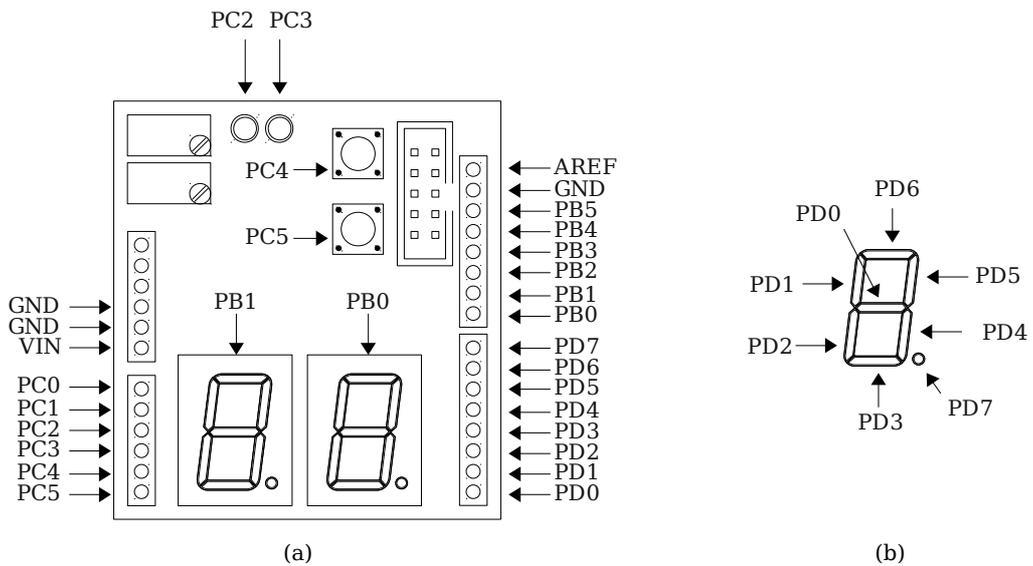

Figura 8. a) Placa de expansión E/S para Arduino. b) Detalle de conexión de los segmentos a los puertos.
La placa de expansión mostrada en la figura 8 está conectada a la placa Arduino, quedando ocultos todos los componentes del Arduino. En la placa de expansión están disponibles todos los puertos del microcontrolador en los laterales de la placa, además, estos puertos también están conectados a diversos componentes como son, leds, displays, conmutadores, etc. Estos componentes se utilizarán posteriormente para realizar programas que controlen la entrada/salida.
Una vez realizada la programación hay que comprobar si el programa se está ejecutando correctamente. Para ello, debe conectar un canal del osciloscopio en el PINC0 y comprobar si se visualiza una señal cuadrada entre 0 y 5 voltios (no olvide conectar la tierra del osciloscopio). Utilice el esquema de la figura 8 para realizar las conexiones y realice las siguientes tareas:
En el esquema de la figura 8 aparecen dos leds y dos conmutadores que debe operar de la siguiente forma: cuando se pulse el conmutador conectado a PC5 debe encenderse el led conectado a PC2 y mantenerse encendido hasta que se vuelva a pulsar el conmutador. Además, al pulsar el conmutador conectado a PC4 se encenderá el led conectado a PC3 y permanecerá encendido hasta que se pulse nuevamente el conmutador. La tabla 3 muestra los puertos y los bits asociados a los componentes así como la configuración necesaria para que operen correctamente.
2. Completar la subrutina que crea una tabla para el convertidor de 7 segmentos llamada *inicializa\_tabla7seg*. Esta tabla contiene los códigos 7 segmentos de los dígitos 0 - 9. Al escribir un elemento de esta tabla en el puerto D aparecerá un número BDC en los displays. Como ejemplo se muestran 2 números, donde se puede observar la correspondencia de los bits a uno con la activación de los segmentos mostrados en la figura 8. Complete los números que faltan, del 2 al 9.